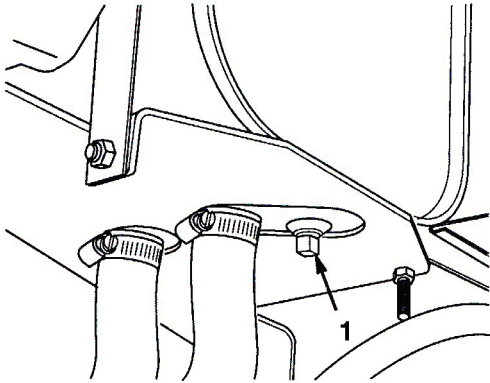

図41
1. ドレンプラグ (図41) を外し、排出されるオイルを廃油受け容器に回収する。オイルが完全に抜けたらドレン・プラグを取り付け、締めつける。